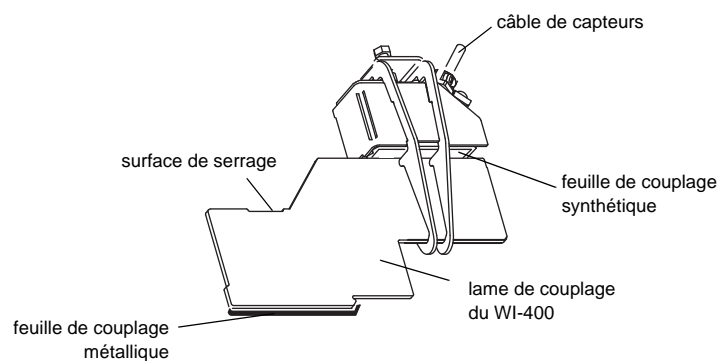

Fig. 3.9: lame de couplage dans le dispositif de fixation des capteurs
- Utilisez la feuille de couplage synthétique sur la surface de couplage de capteurs ou appliquez un film de couplant acoustique pour des installations de courte durée (voir Fig. 3.9).
- Insérez la lame de couplage dans le dispositif de fixation des capteurs. Le câble du capteur doit pointer vers la partie extérieure de la lame de couplage (voir Fig. 3.9).
nez les extrémités de la feuille de couplage autour des ergots de fixation de la lame de couplage (voir Fig. 3.9).
- Glissez une lame de couplage avec le capteur monté dans la découpe pour lame de couplage du dispositif de fixation à la conduite de manière à ce que la surface de serrage se trouve sous la vis de pression du dispositif de fixation à la conduite (voir Fig. 3.9).